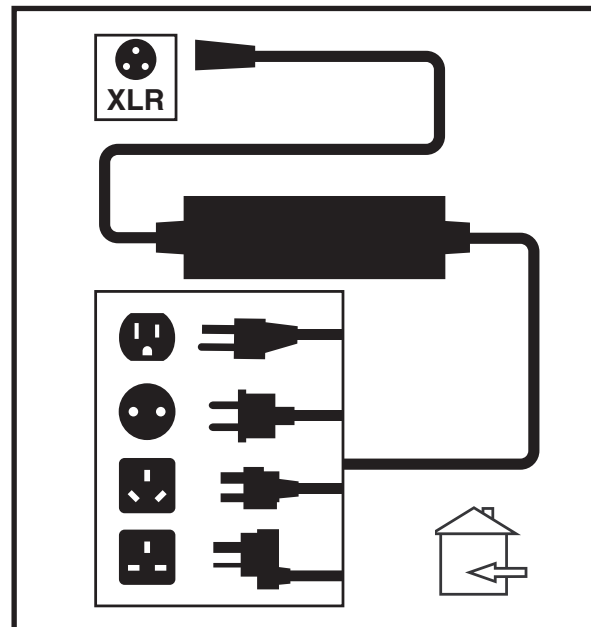

Figura 22. Caricamento della batteria
3. Collegare il caricatore esterno con la presa per caricabatterie esterno/programmazione sulla centralina. **Vedere figura 22.**